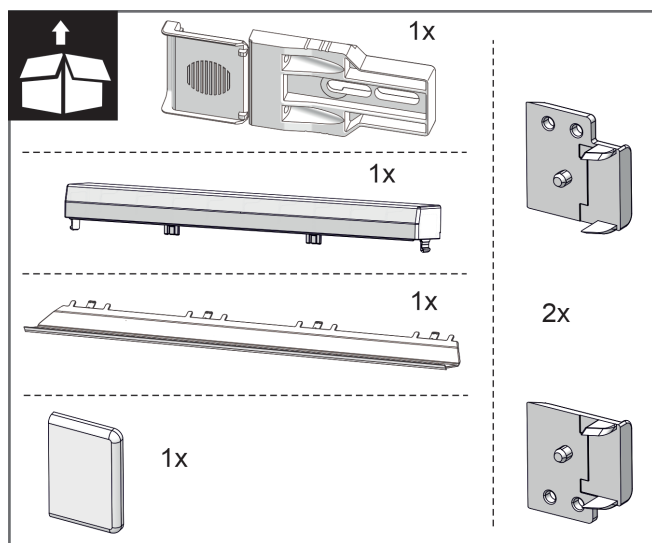
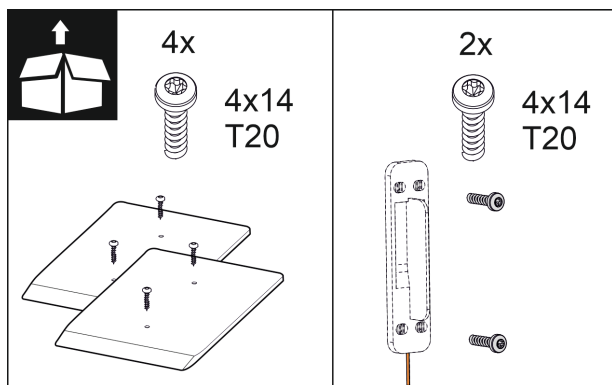

Fig. 10
Fig. 16
2. Ellenőrizze a szerelőkészletet a tartozékcsomagban. Fig. 10 () – Fig. 16 ()
Szerelőkészlet a tartozékcsomagban Fig. 10 () - Fig. 16 ()